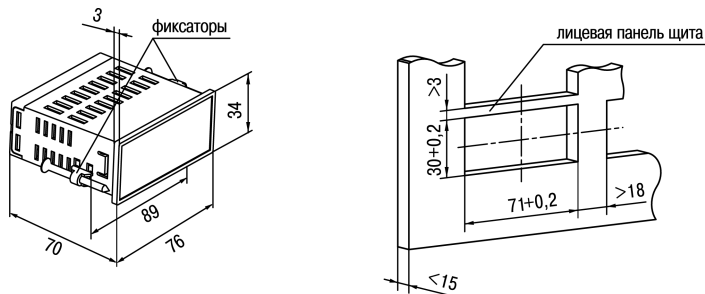

Рисунок 4.2 – Габаритные размеры корпуса Щ3
1. Подготовить на щите управления место для установки прибора (см. рисунок 4.2).